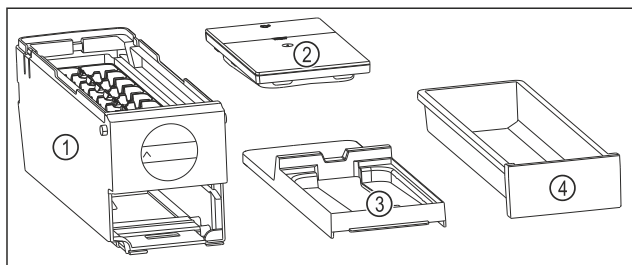

Fig. 173 EasyTwist-Ice'i koostisosad
- EasyTwist-Ice on neljaks osaks lahti võetud. (vt. Fig. 173)
- Osandage EasyTwist-Ice ainult kujutatud koostisosadeks. (vt. Fig. 173)
- Puhastage EasyTwist-Ice'i korpus Fig. 173 (1) tervikuna.